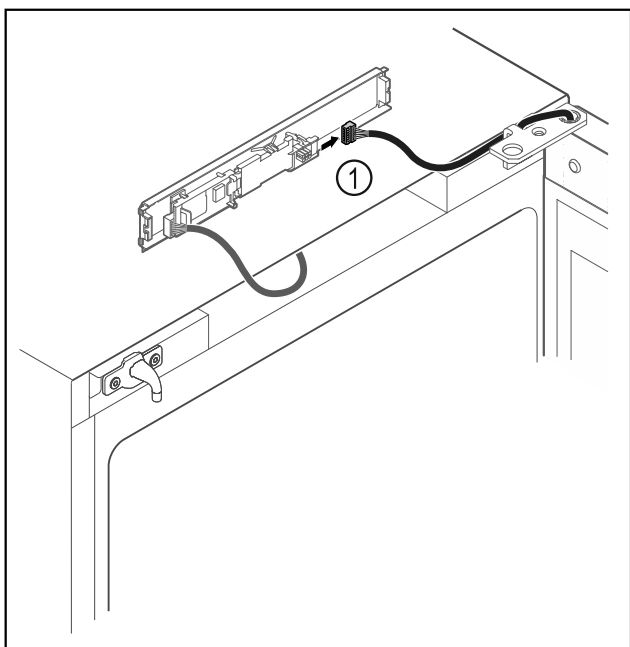

Fig. 15
- ▶ Scoateți fișa Fig. 15 (1) de la placa electronică.